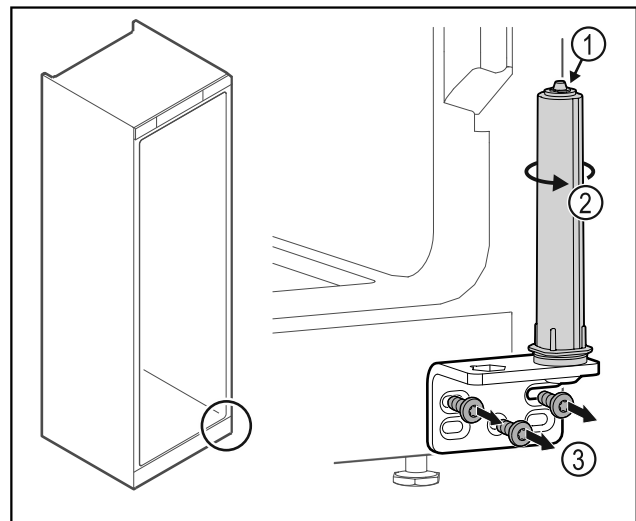

Fig. 45
- ▶ Deursluitsysteem Fig. 45 (1) niet uit elkaar halen.
- ▶ Sluitsysteem Fig. 45 (2) draaien tot het klikt.
- ▶ Scharnierhoek Fig. 45 (3) losschroeven.